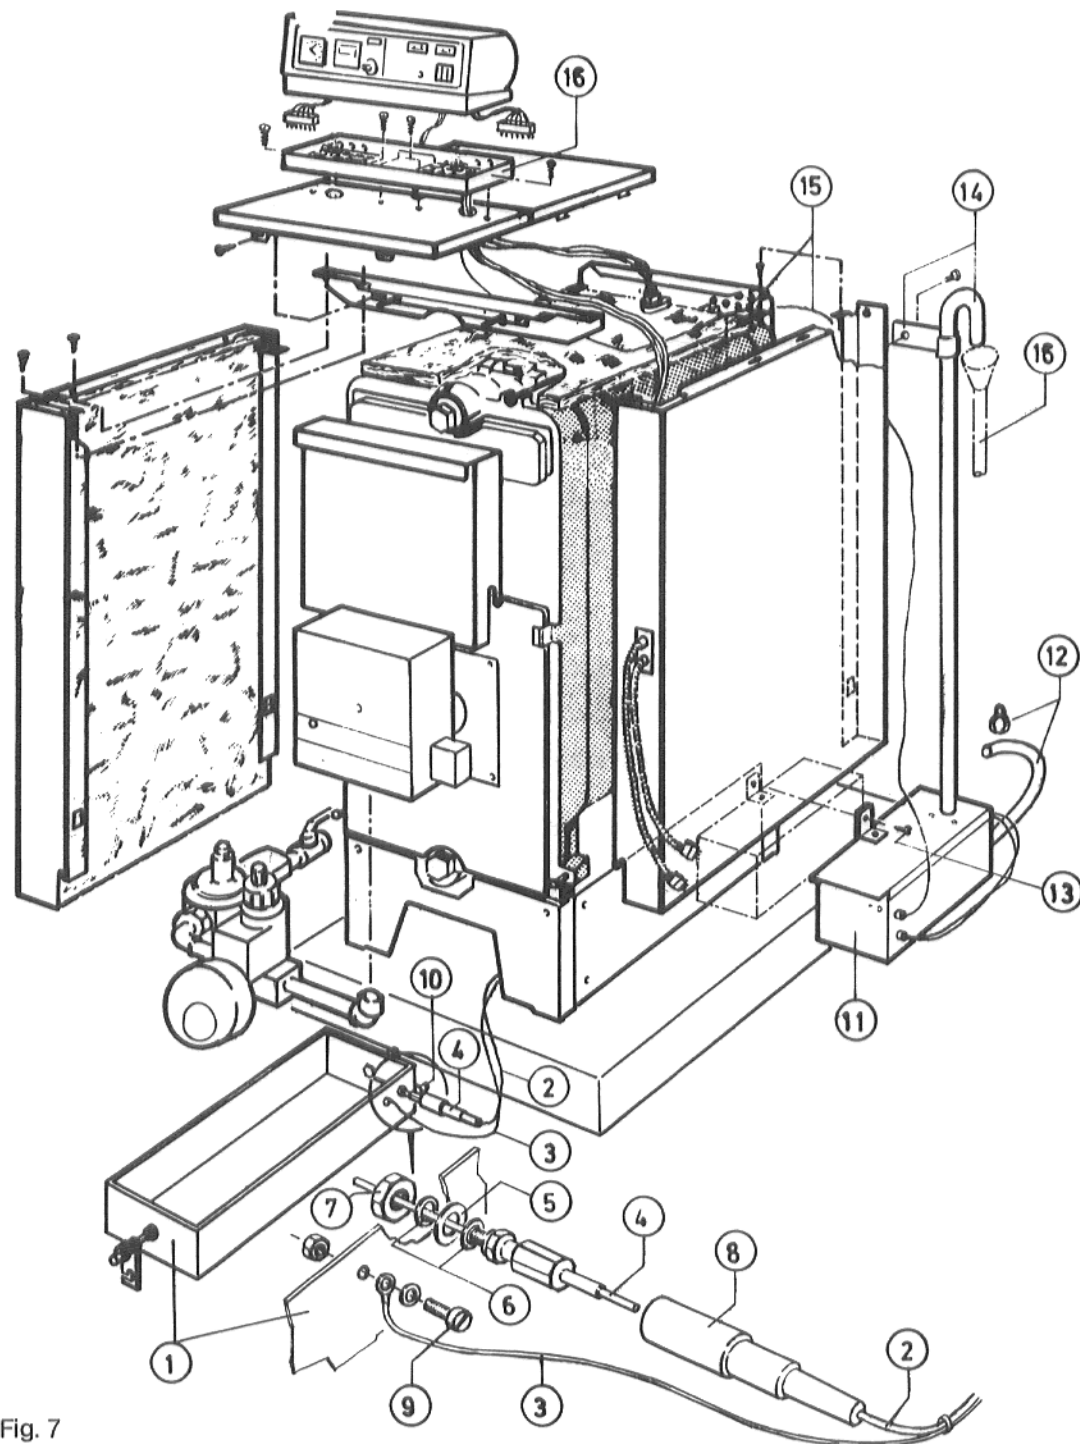

Fig. 7
Condensaat-afvoer zonder pomp (zie Fig. 7)
Condensaat-afvoer met pomp (zie Fig. 7)
De electrode (4) in het gat in de bak (1) steken, voorzien van de pakkingring (5) en twee ringen (zie Fig. 7) en aan de binnenkant van de bak, met behulp van de moer (7) vastdraaien. Daarbij moet er op worden gelet dat het lange uiteinde van de electrode (4) in de condensaatbak (1) steekt.
De afvoerslang (14) op de pompaansluiting bevesti-gen (Fig. 7).
De condensaatpomp (11) met de plaatschroef (13) van de voetplaat op de ketelvoet bevestigen (zie Fig. 7).